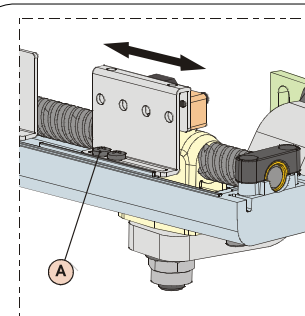

Рис. 24
3) Ослабьте фиксирующие винты концевой выключателя, который планируется отрегулировать, Рис.24 сноска А.